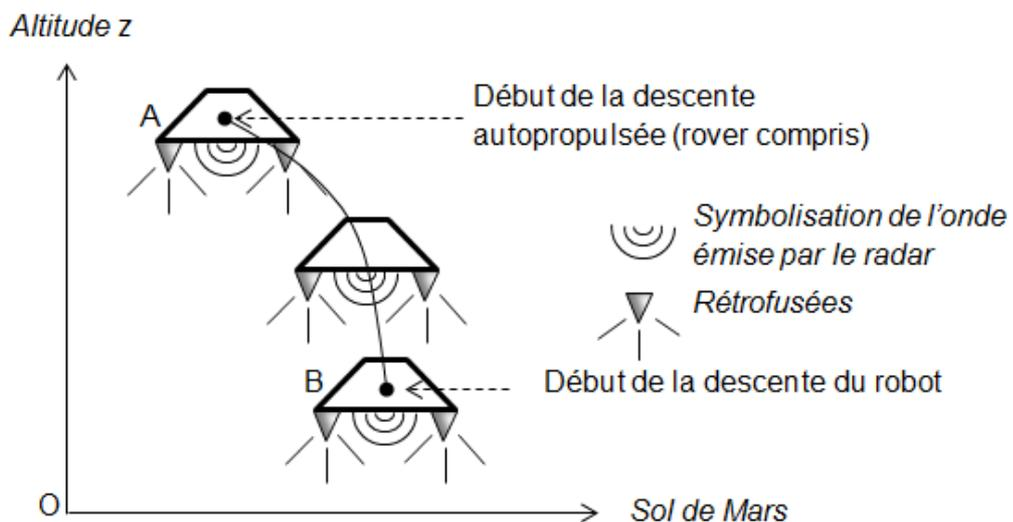

Figure 1
- 1.1. Établir l'expression du travail du poids  $W(\vec{P})$  de l'étage de descente, lors de son déplacement du point A au point B définis sur la figure 1 de la page précédente, en fonction de  $m$ ,  $g$ ,  $AB$  et de l'angle  $(\vec{P}, \overline{AB})$  noté  $\theta$ .